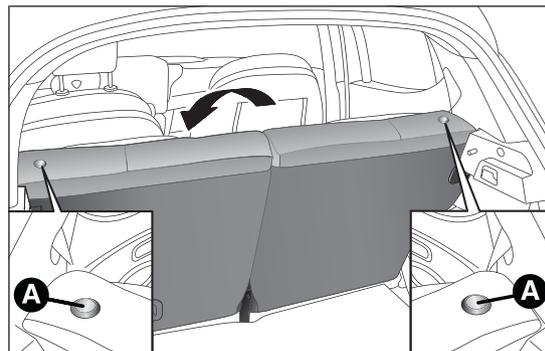

fig. 64
- premere sul tasto di sgancio A fig. 64 per ribaltare la porzione sinistra oppure destra dello schienale e successivamente accompagnare lo schienale sul cuscino.